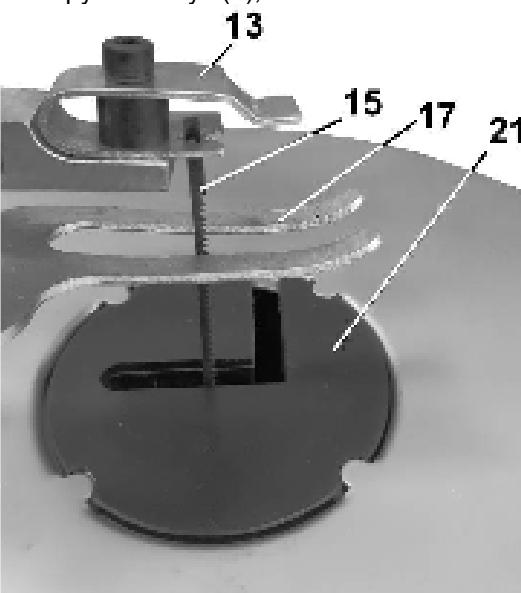
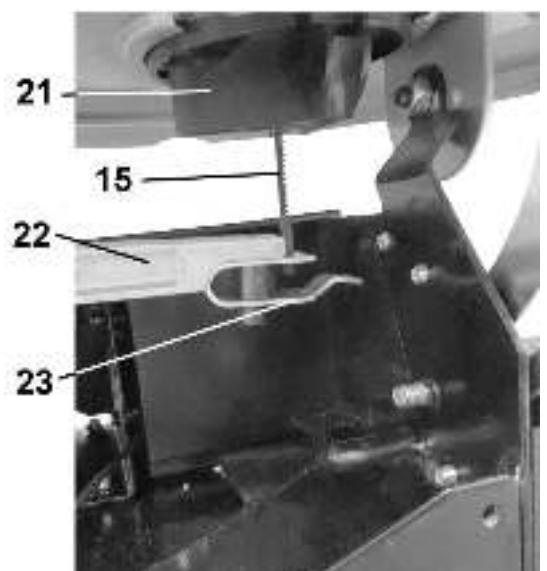

Рис.3
Рис.4
- 9.4. На держатель пилки (13) верхнего рычага приложите усилие, достаточное только для того, чтобы освободить пильное полотно (15) из зацепления в верхнем держателе (13). Отпустите верхний рычаг (25).
- Извлеките нижнюю часть пильного полотна (15) из нижнего держателя (23) нижнего рычага (22), Рис.4. Извлеките пильное полотно (15) через прорезь вставки рабочего стола (21), Рис.3.
- 9.5. Установку нового пильного полотна (15) выполняяте в обратном порядке.